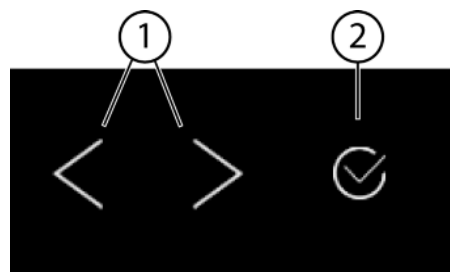
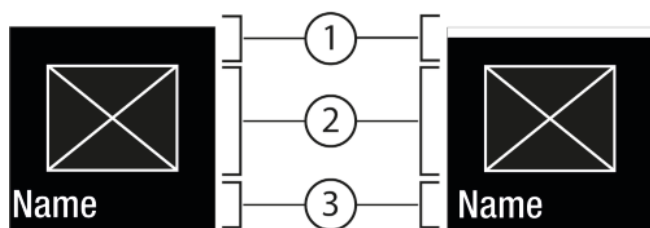
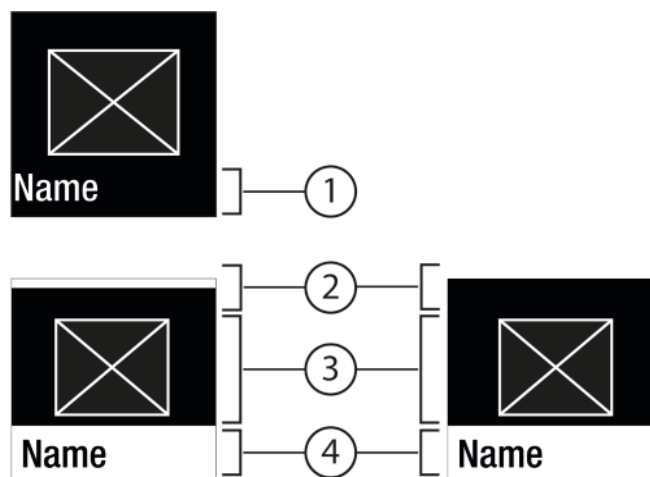

Fig. 5
Fig. 6
Fig. 7
**Navigatsiooninool vasakule / paremale Fig. 5 (1):**
## Kinnitamine Fig. 5 (2):
- Navigatsiooninoolega vasakule / paremale Fig. 5 (1) navigeerimine.
- Kinnitamine Fig. 5 (2) abil funktsiooni / seadistuse aktiveerimine Fig. 6 (1) / deaktiveerimine Fig. 6 (1).
- Kinnitamine Fig. 5 (2) abil alammenüü Fig. 7 (4) ettekutsumine.
- Uue väärtuse seadistamine: Kinnitamine Fig. 5 (2) abil deaktiveeritud väärtuse Fig. 6 (1) väljavalimine.
- Tagasi menüüsse: Kinnitamine Fig. 5 (2) abil juba aktiveeritud väärtuse Fig. 6 (2) väljavalimine.
- ▶ Vajutage navigatsiooninooli Fig. 5 (1) niimitu korda, kuni näidatakse .
- ▶ Vajutage Kinnitamine Fig. 5 (2).
- ▶ Vajutage navigatsiooninooli *Fig. 5 (1)* niimitu korda, kuni näidatakse funktsiooni.
- ▶ Vajutage Kinnitamine *Fig. 5 (2)*.
- ▶ Valige navigeerimisnooltega *Fig. 5 (1)* seadistusväärtus.
- ▷ Olek: aktiveeritud *Fig. 6 (1)* ilmub korraks alammenüüsse *Fig. 7 (4)*.
- ▶ Vajutage navigatsiooninooli *Fig. 5 (1)* niimitu korda, kuni näidatakse seadeid .
- ▶ Vajutage navigatsiooninooli *Fig. 5 (1)* niimitu korda, kuni näidatakse soovitud seadistust.
- ▶ Vajutage 3 sekundit Kinnitamine *Fig. 5 (2)* peale.